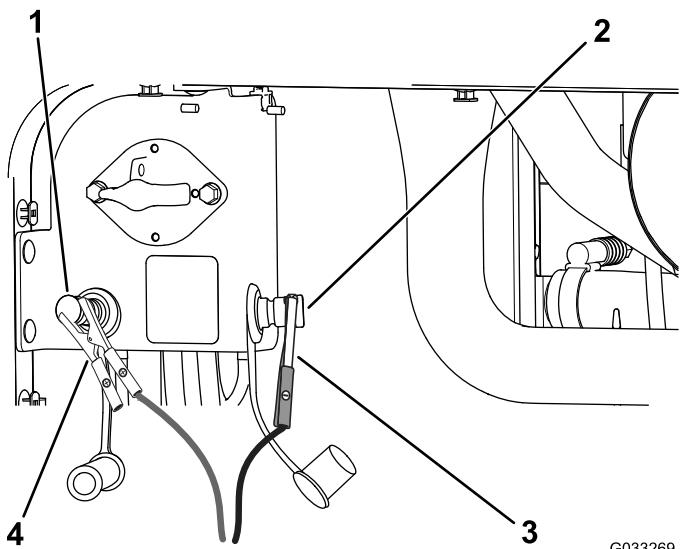

Рисунок 109
4. Подсоедините положительный (+) пусковой соединительный кабель к положительному штырю запуска от внешнего источника (Рисунок 109).
5. Подсоедините отрицательный (-) пусковой соединительный кабель к отрицательному штырю запуска от внешнего источника (Рисунок 109).
7. Когда двигатель запустится, другой человек должен отсоединить отрицательный (-) пусковой соединительный кабель от отрицательного штыря запуска от внешнего источника, а затем отсоединить положительный (+) пусковой соединительный кабель (Рисунок 109).